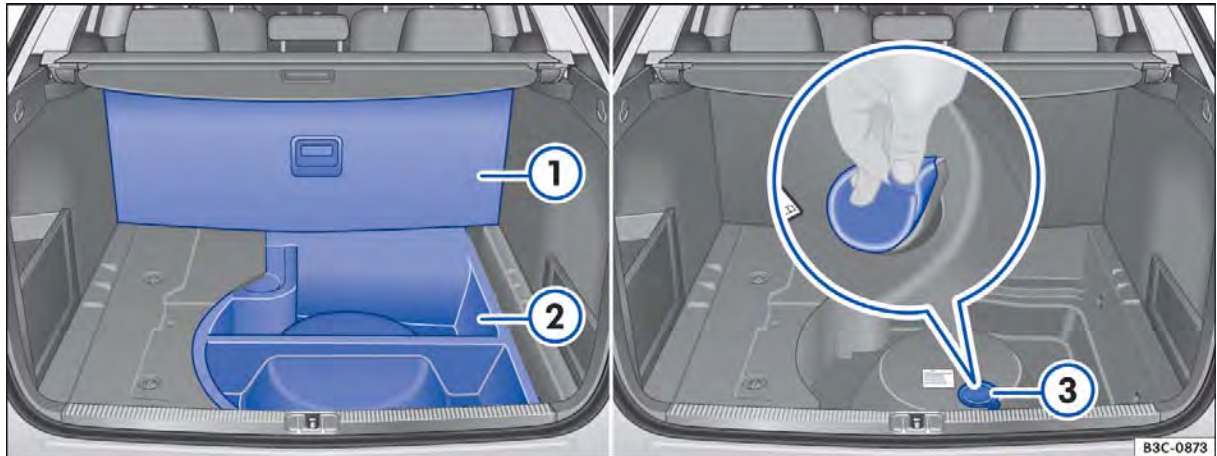
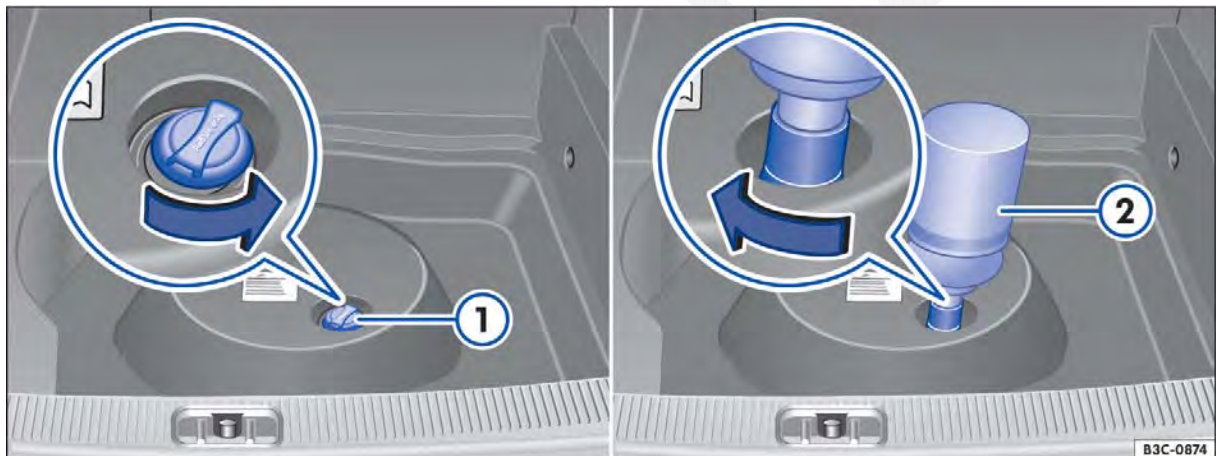

Fig. 192 Compartimento de bagagem com peça de espuma e reservatório de AdBlue.
Fig. 193 Embaixo da peça de espuma no compartimento de bagagem: tanque AdBlue com tampa do bocal de abastecimento e frasco de reabastecimento.
- Rebater o revestimento do assoalho ⇒ Fig. 192 (1) para cima e empurrá-lo para trás.
- Remover a peça de espuma (2).
- Retirar a vedação (3) do reservatório de AdBlue®.
- Girar a tampa do bocal de abastecimento do reservatório ⇒ Fig. 193 (1) no sentido anti-horário.
- Inserir a vedação cuidadosamente ⇒ Fig. 192 .